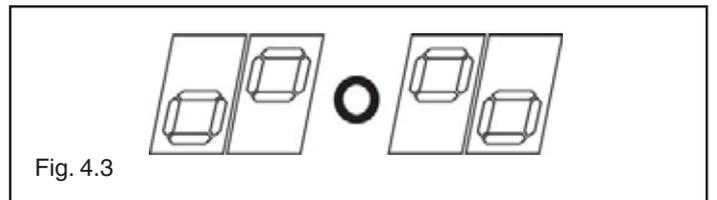
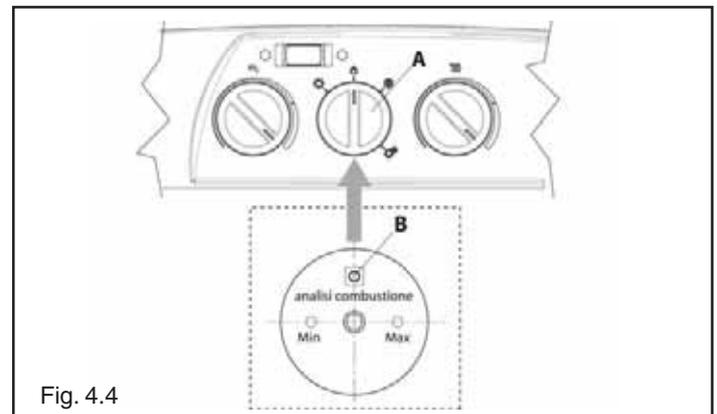

Fig. 4.3
Fig. 4.4
- ad ogni alimentazione elettrica la caldaia inizia un ciclo automatico di sfiato della durata di circa 2 minuti. Durante questa fase i due digit si accendono alternativamente (fig. 4.3). Per interrompere il ciclo di sfiato automatico estrarre la manopola **a** e premere il pulsante **b** (fig. 4.4).